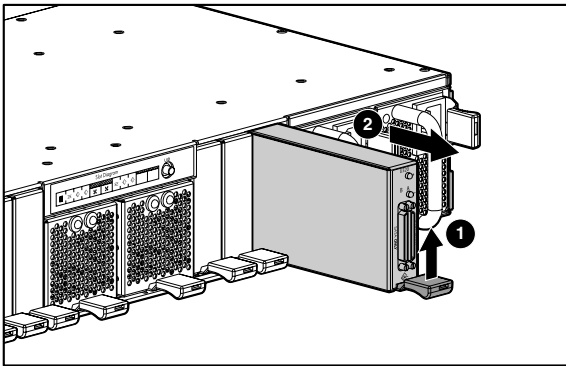

Figura 2: Extracción de un módulo de E/S SCSI
1. Levante el pestillo del módulo de E/S SCSI de color rojo ❶ y extraiga el módulo de E/S SCSI del receptáculo ❷ como se muestra en la Figura 2.